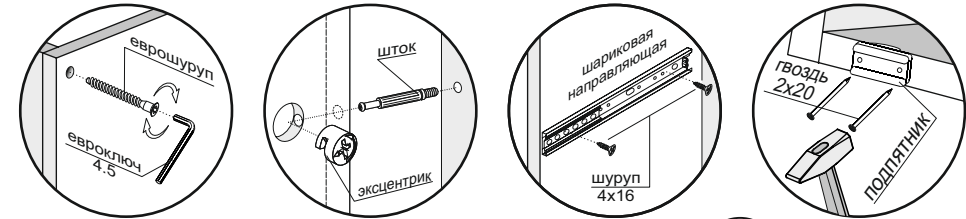

Рис.1
3. К боковинам (1) монтировать направляющие шурупами 3x16 по наметкам (рис.1).
4. Соединить боковины (1), стяжки (3,4,5) и цоколи (11) еврошурупами (рис.1).
5. К собранной части изделия монтировать крышу (2) с помощью эксцентриков (рис.1).
6. Перевернуть изделие лицевой частью вниз и замерить диагонали секции (они должны быть равны: ± 2 мм). Прибить гвоздями 2x20 подпятники и заднюю стенку, состоящую из ДВП (10) (рис.1).
7. Установить короб шкафа на постоянное место. Навесить створки (12), используя накладные петли и шурупы 4x16. Отрегулировать петли.
8. Прикрутить ручки к створкам (10) винтами M4x20 (рис.1).
9. Вставить полкодержатели в боковины (1) и установить на них полки (6) (рис.1).